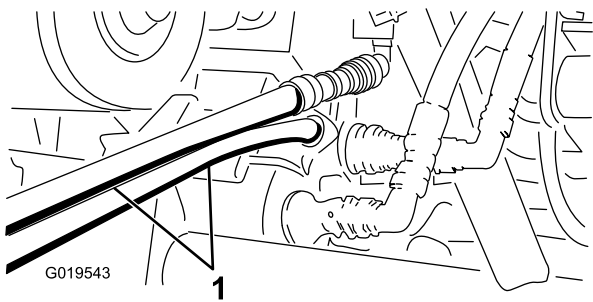

Figure 68
5. Sur l'autre machine, branchez les 2 flexibles sur le raccord qui reste sur le support de raccords (Figure 68).